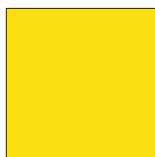

Рис. 7
2.3. Ячейка РТК. Представляет из себя параллелепипед размером 220 на 220 на 200 мм, напечатанный на поле или сделанный из ПВХ, желтого цвета (S-0 M-0 Y-100 K-0) (Рис. 7).